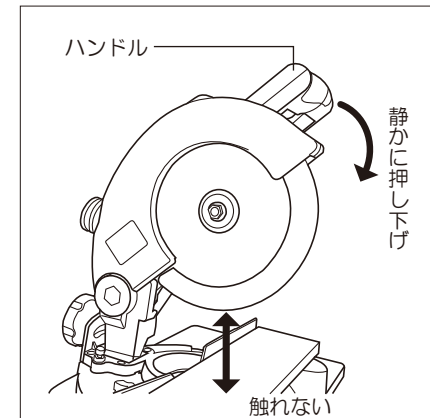

図24
- ノコ刃が材料に触れない状態でスイッチの引き金を引き、ノコ刃の回転が上昇し、回転が安定してからハンドルを静かに押し下げて、切断を始めてください。(図24参照)